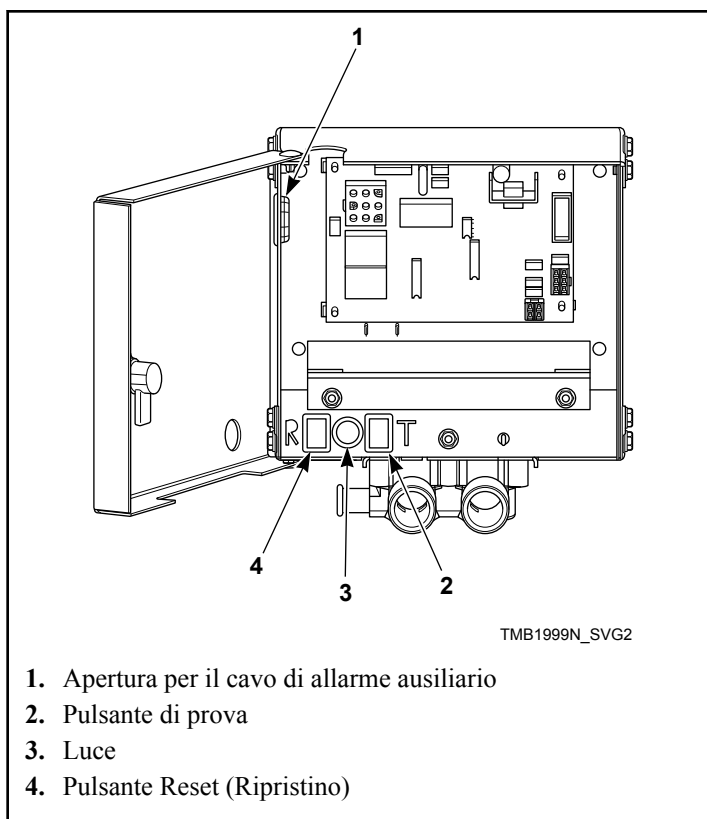
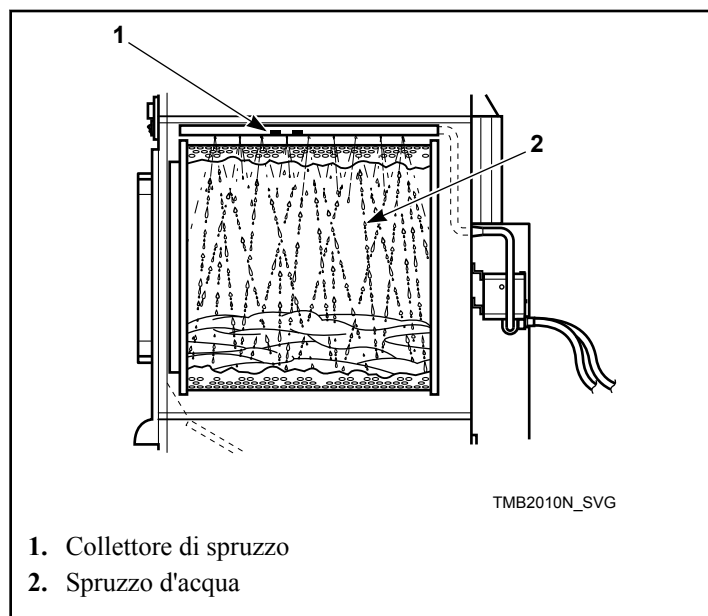

Figura 67
Figura 68
6. Premere e tenere premuto il pulsante di prova e verificare l'accensione della luce, che dovrebbe richiedere circa cinque secondi. Consultare la *Figura 67*. Dopo una pausa di un secondo, dovrebbe avere inizio lo spruzzo dell'acqua nel cilindro.
7. Dopo 15 secondi di spruzzo, premere e tenere premuto il pulsante di ripristino finché lo spruzzo d'acqua non viene interrotto e la luce si spegne. Ciò dovrebbe richiedere circa un secondo. Consultare la *Figura 67* e la *Figura 68*.